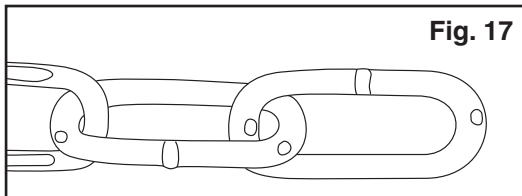
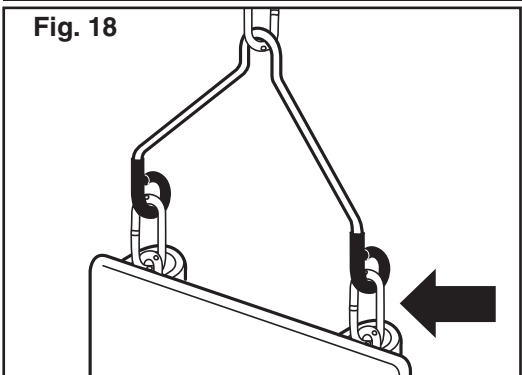

Fig. 17
Fig. 18
2. Place one covered chain onto each harness so that it fits at the top of the V-hanger. Insert uncoated chains to bottom vinyl hooks of V-hanger.(Fig. 17). Crimp harness end closed.
CAUTION: It is important that you crimp harness ends completely closed before using (see Fig. 18). Place end of harness with hooks on a hard surface and force hooks closed with a hammer or squeeze closed with a pliers until parts are touching.
2. Coloque una cadena con recubrimiento en cada arnés, de manera que se ajuste a la parte superior del colgadero en V. Inserte cadenas sin recubrimiento en los ganchos inferiores de vinilo del colgadero en V. (Fig. 17). Cierre el extremo del arnés a presión. **PRECAUCIÓN: Es importante cerrar a presión los extremos del arnés de manera tal que queden completamente cerrados antes de usarlo (ver la Fig. 18). Coloque el extremo del arnés con ganchos en una superficie dura y cierre los ganchos con un martillo o con alicates hasta que se toquen las partes. ADVERTENCIA: los ganchos abiertos pueden causar cortes profundos.**
2. Placez une chaîne gainée dans chaque harnais afin qu'elle s'adapte à la partie supérieure du support en V. Insérez les chaînes sans gaine dans les crochets de vinyle de la partie inférieure du support en V (fig 17). Refermez l'extrémité du harnais. **ATTENTION : Il est important de refermer complètement les extrémités du harnais avant d'utiliser l'équipement (voir la fig. 18). Placez les extrémités en crochet des harnais sur une surface dure et fermez l'ouverture à l'aide d'un marteau ou utilisez une pince et serrez jusqu'à ce que les deux parties de l'anneau se touchent. AVERTISSEMENT : Des crochets ouverts peuvent causer des coupures profondes.**